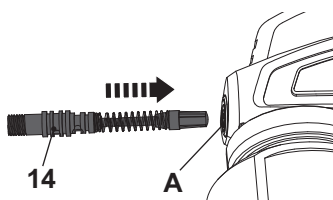

Fig. 13
- > Monte de novo o produto pela ordem inversa. Ao inserir o pistão (14) na abertura (A), certifique-se de que o pistão (14) é pressionado até ao fim (Fig. 13).